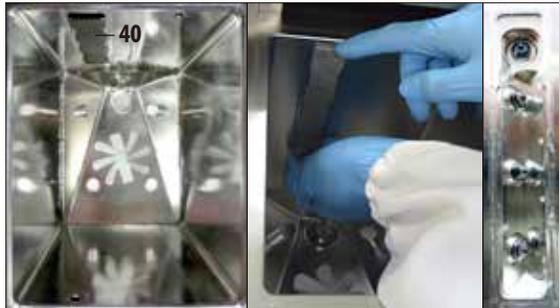

Abb. 238
- Entfernen Sie das Sieb (40, Abb. 238) vor den Sensoren.